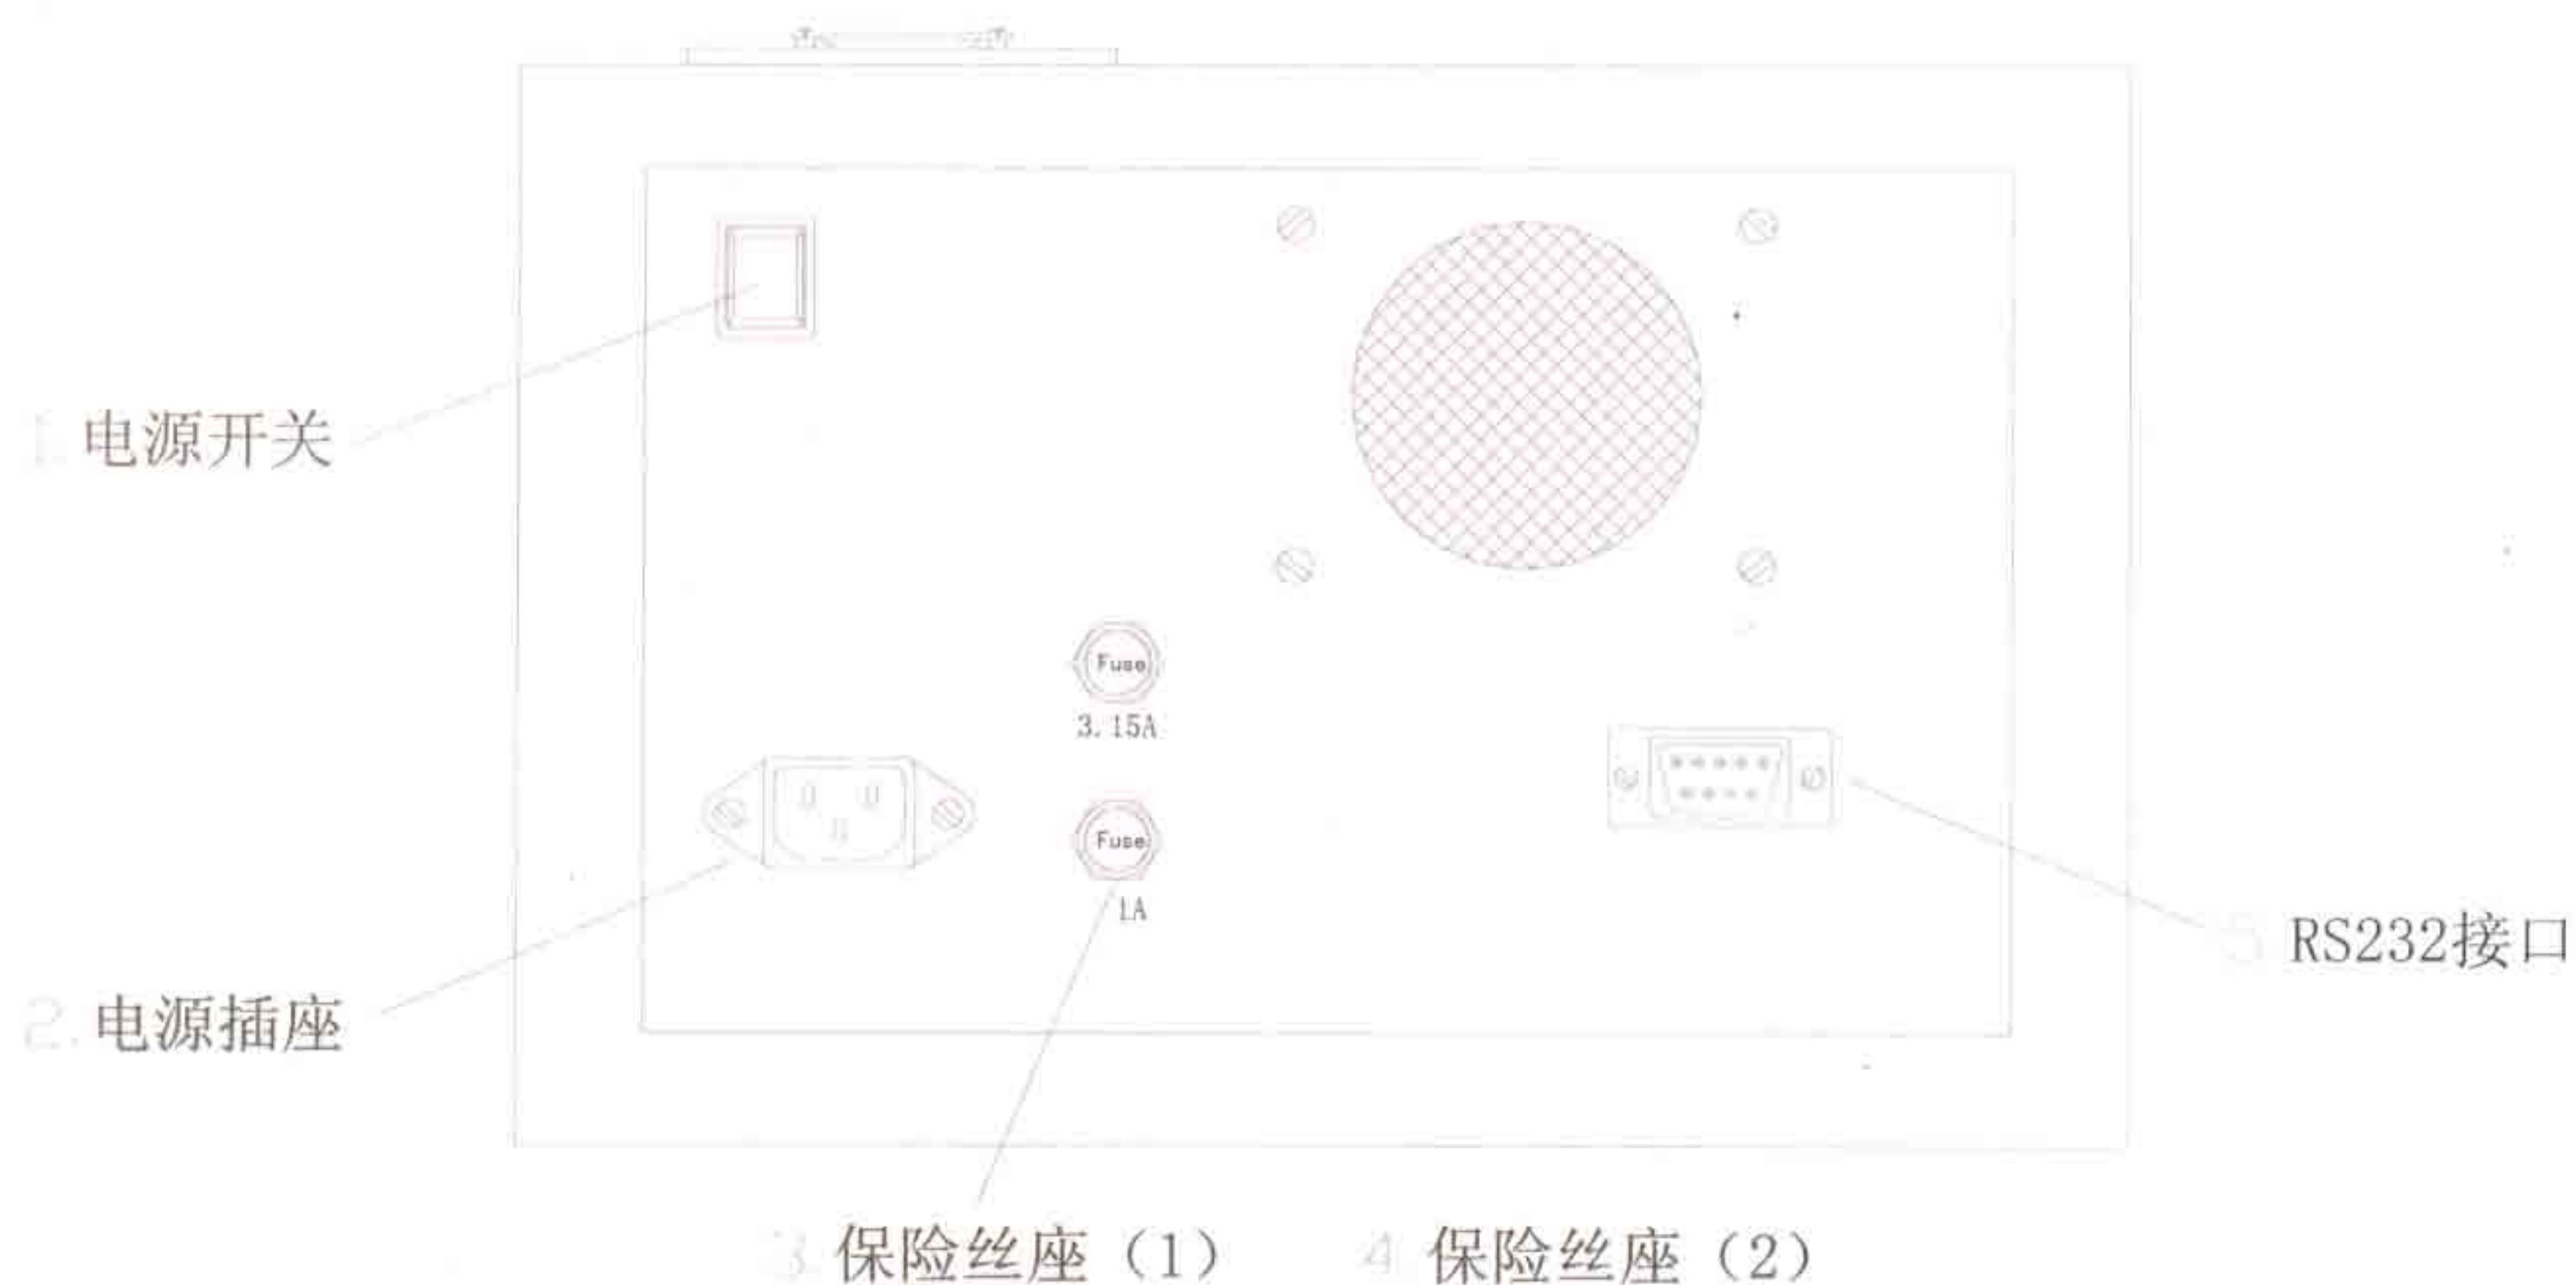

图 6
4. 仪器后视图见图 6
1. 开启电源开关（见图 6），显示上一次起始温度及升温速率。稳定 20min。此时，光标将停止在“起始温度”第一位数字，用户可通过键盘修改起始温度，并按“←”键表示确认，若起始温度不需修改可直接按“←”键，此时光标跳至“升温速率”第一位数字。